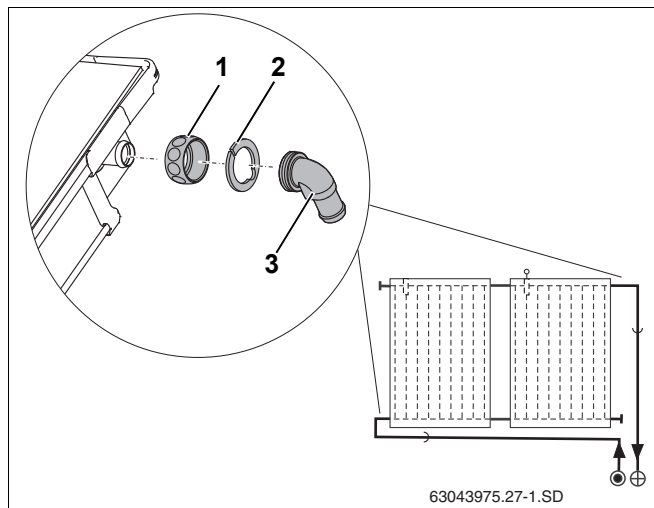

Рис. 22 Установка угловых наконечников
- ▶ Наденьте накидные гайки (рис. 22, поз. 1) на штуцеры коллектора.
- ▶ Уложите зажимную шайбу (рис. 22, поз. 2) за выступ штуцера коллектора и нажать на нее.
- ▶ Выровняйте наконечник с кольцом (рис. 22, поз. 3) и затяните накидной гайкой.